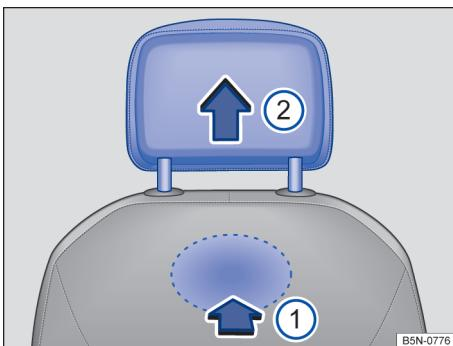

Fig. 98 Apoio para cabeça dianteiro: desinstalar.
- Para destravar, tatear o rebaixo na parte de trás, na área marcada, empurrar para dentro no sentido da seta → **Fig. 98 1** e manter pressionado.
- Retirar o apoio para cabeça no sentido da seta → **Fig. 98 2**.